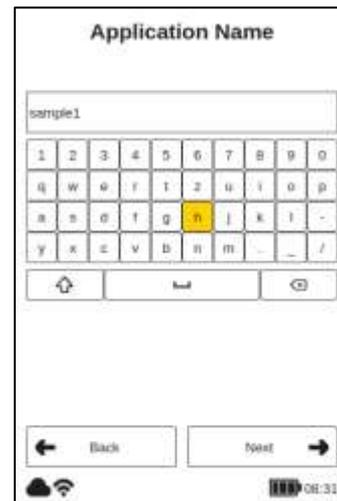

Imagen 32: Nombre de la aplicación
En la siguiente pantalla del teclado (consulte la Imagen 32: Nombre de la aplicación) puede editar y modificar el nombre de la aplicación, confirmar en 'Siguiente' o anular la acción con el botón Atrás (B). Para salir completamente del menú, 'Guardar' o 'Descartar' los cambios.